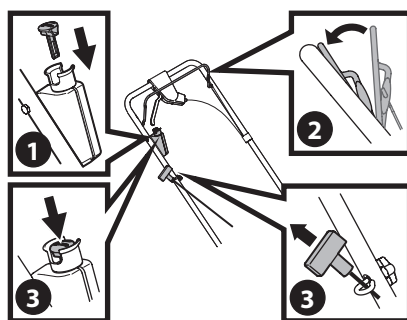

Figure 4
1. **Modèles avec démarreur électrique** : Insérez la clé de démarrage dans le réceptacle sur le côté droit de la partie supérieure de la poignée. Assurez-vous qu'elle s'enclenche bien.(Figure 4).
2. Placez-vous derrière l'appareil et serrez la commande de la lame contre la poignée supérieure(Figure 4).
- **Démarrage électrique (le cas échéant)** : Pressez sur le bouton-poussoir pour démarrer le moteur(Figure 4).